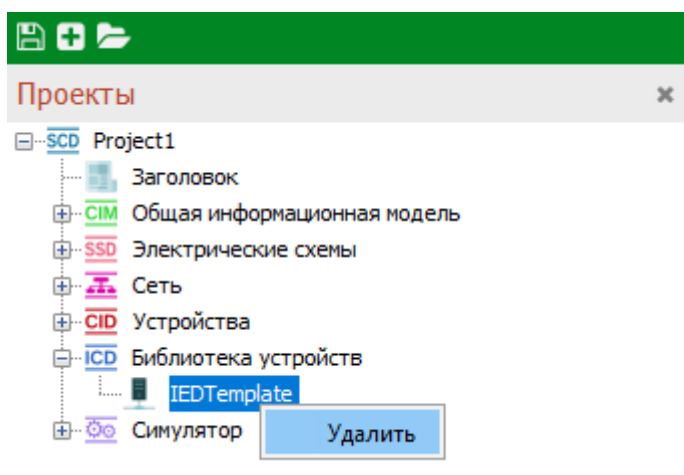

Рисунок 39 – Пункт контекстного меню «Удалить»
1. Нажать на устройство правой клавишей мыши и выбрать в контекстном меню пункт «Удалить» (Рисунок 39).